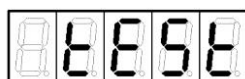

Рисунок 20
2. Кнопкой или установить на индикаторе слово "tEst" (рисунок 20).